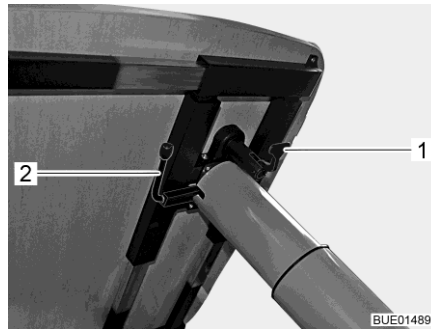

Fig. 130 Réglage table à hauteur réglable
- Rabattre le levier de verrouillage (Fig. 130,1) vers le bas.
- Faire pivoter le levier (Fig. 130,2) sous le plateau de table à 180° dans le sens des aiguilles d'une montre. Le mécanisme de réglage de hauteur se trouvant dans le pied de table est déverrouillé.
- Faire pivoter le levier (Fig. 130,2) sous le plateau de table à 180° dans le sens des aiguilles d'une montre. Le plateau de table s'élève alors automatiquement jusqu'à la butée de fin de course.